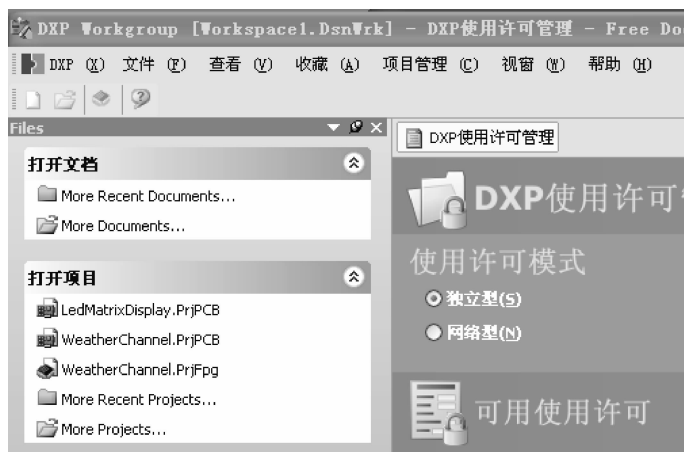

图 1-15 中文显示
(3) 步骤三 点击【Apply】应用按钮(否则可能不起作用),点击【OK】按钮,关闭 Protel DXP 2004 主程序。
(4) 步骤四 重新启动 Protel DXP 2004 主程序即可转换为中文,如图 1-15 所示。